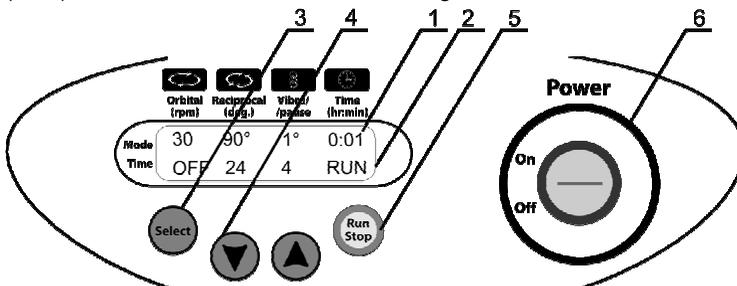

Abb. 2 Vorderseite
- 4.1. Schließen Sie das externe Netzgerät an das Stromnetz an und schalten Sie den Netzschalter (Power) ein (Abb. 2/6).
- 4.4. Drücken Sie die Taste Run/Stop(Laufen/Stopp) (Abb. 2/5), um das Programm zu starten. Die Plattform beginnt sich zu bewegen, und die entsprechenden Anzeigen (RUN [Laufen] (Abb. 2/2) und die sich ändernden Zeitwerte) erscheinen auf dem Display.
- 4.5. Falls keine Betriebsdauer eingestellt ist und der Timer (Abb. 2/1) OFF (Aus) anzeigt, startet durch Drücken der Taste Run/Stop (Laufen/Stopp) der kontinuierliche Betrieb des Geräts, bis die Taste Run/Stop (Laufen/Stopp) erneut gedrückt wird.
- 5.1. Drücken Sie die Taste Select (Auswählen) (Abb. 2/3) , um den zu ändernden Parameter auszuwählen (jedes Drücken der Taste Select (Auswählen) aktiviert die Parameter reihum). Der aktive Parameter blinkt. Stellen Sie mit den Tasten  und  (Abb. 2/4) den gewünschten Wert ein (Drücken der Taste für länger als 2 Sek erhöht die Geschwindigkeit der Änderung der Werte).